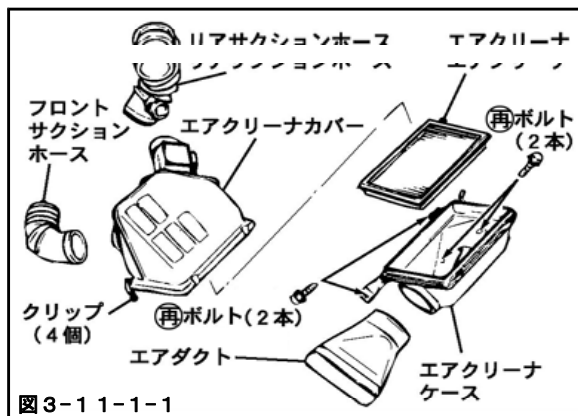

図3-11-1-1
- (3) エアクリーナカバーを取付け、クリップ (4個) で固定してください。(図3-11-1-1)
- (4) コネクタを、フロントエアフロメータに取付けてください。(図3-11-1-2)